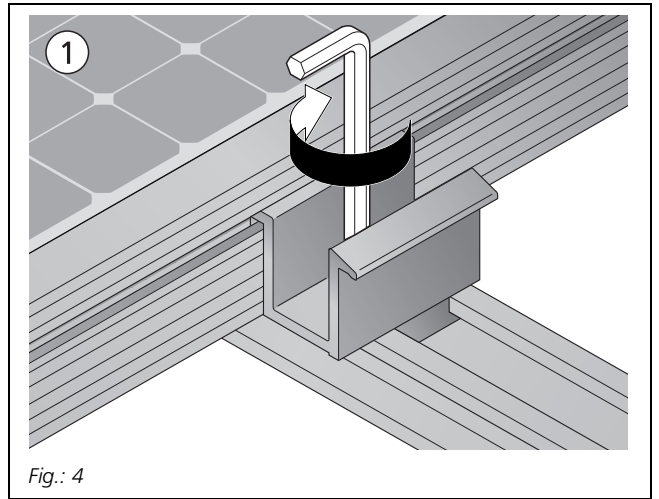
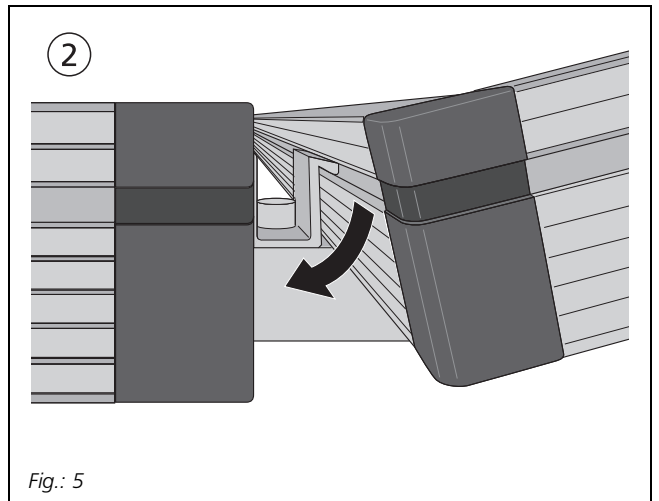

Fig.: 4
Fig.: 5
- Per montare i moduli con intelaiatura consigliamo di utilizzare il morsetto per moduli innoframe della Solar-Fabrik AG (vedere Fig. 4 e Fig. 5).